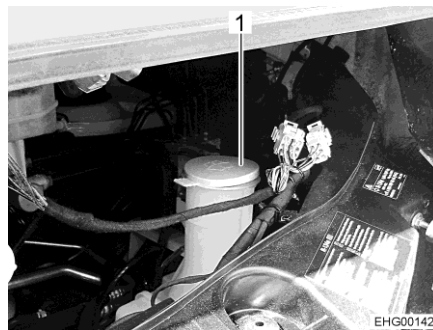

Bild 40 Einfüllstutzen (Waschwasserbehälter)
- Deckel (Bild 40,1) vom Einfüllstutzen des Waschwasserbehälters abnehmen.
- Deckel (Bild 40,1) auf den Einfüllstutzen des Waschwasserbehälters drücken.